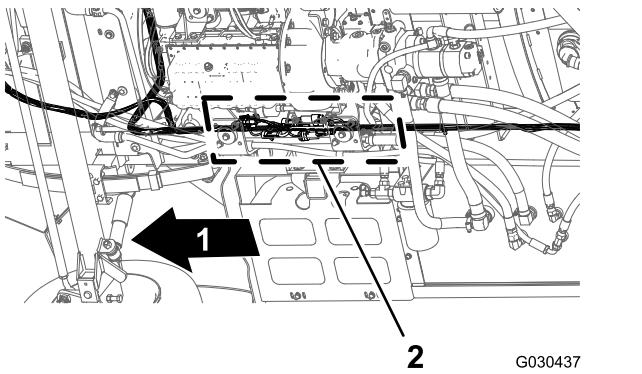

Figura 104
1. Debaixo da máquina, ao lado do tubo da estrutura do lado direito, localize os conectores elétricos para a cablagem dianteira e traseira da máquina (**Figura 104**).